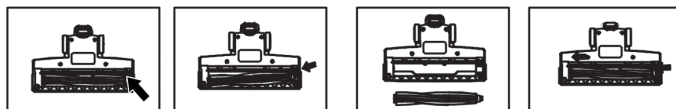

fig. 2
- En el cepillo (9), mueva el mecanismo de bloqueo (21), inserte el rodillo (20) y bloquéelo con el mecanismo de bloqueo (21) - fig. 2.
- Monte el cepillo completo (9) en la toma (11) o (6) - fig. 2. Para quitar el cepillo, presione el bloqueo (12) o (5) y deslícelo hacia fuera.
- Inserte el extremo del tubo (7) en la toma (6).
- La boquilla (24) se puede montar en la toma (11) o (6).
- La aspiradora empieza a funcionar al pulsar el interruptor (1). La potencia de aspiración se puede ajustar pulsando el botón (2).
- Tenga en cuenta el nivel de llenado del recipiente (15). Si se ha alcanzado el nivel "max", vacíe el recipiente (15) (véase VACIADO DEL RECIPIENTE).
- Presione el botón de bloqueo (12 o 5) y retire el cepillo (9).
- Deslice el mecanismo de bloqueo (21) y saque el rodillo (20) - **fig. 2** y límpielo. Es mejor usar tijeras para cortar el cabello enredado.
- Limpie el cepillo (9) con un paño suave y ligeramente húmedo y un poco de detergente.
- Después de la limpieza, introduzca el rodillo (20) en el cepillo (9) y bloquéelo (21) en su sitio - **fig. 2**.